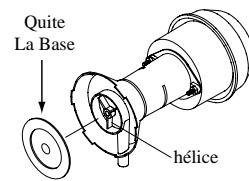

Fig. 9
- **Limpiar la bomba.** Es necesario limpiar la bomba una vez al principio de cada año. Por su propia seguridad, apague la unidad y desconecte el motor y la bomba. Quite la bomba de su montura. Quite la base de la bomba (véase fig. 9). Limpie la bomba. Dé la vuelta a la hélice para verificar que se mueve libremente. Quite el pico de la bomba y vea si está obstruido. Vuelva a colocar la base de la bomba. Coloque la bomba en la unidad y fíjela en su montura. Esto impedirá que se caiga la bomba al agua, lo que dañaría el motor. No se olvide de volver a conectar el tubo de agua a la bomba. La bomba contiene un depósito protector en caso de sobrecalentamiento (se apagará automáticamente).